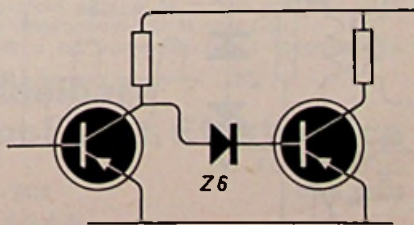

Fig. 7 - ZENERDIODE als koppeling tussen
h. Koppeling tussen twee transistortrappen (fig. 7)